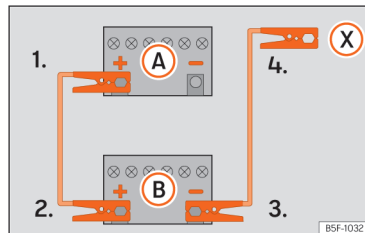

Fig. 161 Esquema de ligação para veículos sem sistema Start Stop.
2. Ligue uma extremidade do cabo *vermelho* de emergência ao polo positivo (+) do veículo com a bateria descarregada (A).
3. Ligue a outra extremidade do cabo auxiliar de arranque *vermelho* ao polo positivo (+) do veículo que fornece a corrente (B).
4. Veículos sem sistema Start-Stop: ligue uma extremidade do cabo preto de emergência ao polo negativo (-) do veículo que fornece a corrente (B) »» Fig. 161.